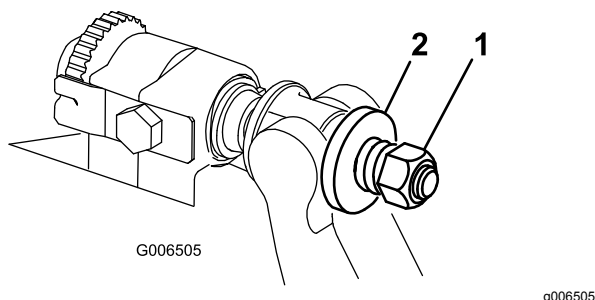

図 32
4. スプリングがつぶれるまでテンションナットを締め、そこから半回転戻す 図 32。
10. 各ベッドバーアジャスタアセンブリを締め付けて圧縮スプリングを完全に圧縮し、そこから1/2回転だけ戻す 図 32。